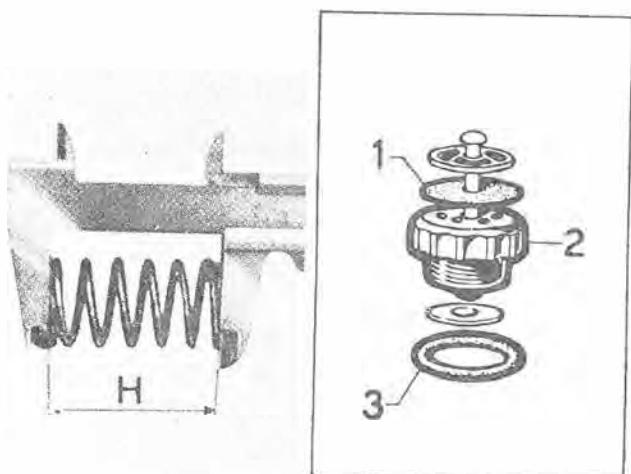

Fig. 13
l'altezza libera (H fig. 13) deve essere:
Free lenght (H fig. 13) must be:
La valvola di sfiato dei vapori dal carter fa parte del tappo introduzione olio (2) nel coperchio bilancieri e non è smontabile (fig. 13).
The breather valve for crankcase vapors is incorporated in the oil filler cap (2) in rocker arm cover, and cannot be removed (Fig. 13).
Le ressort libre doit avoir une hauteur (H fig. 13) de:
Le clapet-reniflard des vapeurs du carter fait partie du bouchon de remplissage d'huile (2) du couvercle des culbuteurs et n'est pas démontable (fig. 13).